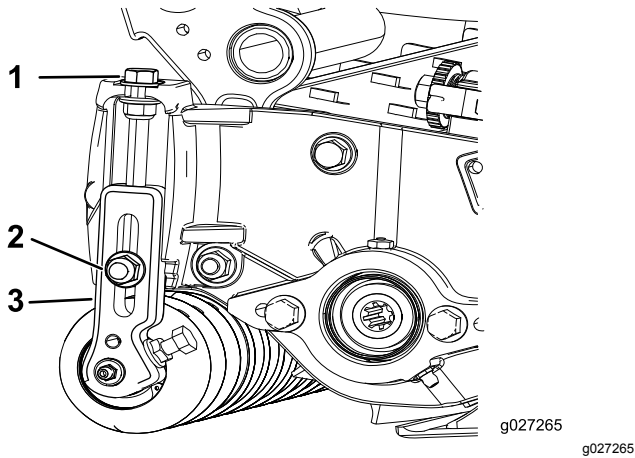

图15
1. 松开将剪草高度支架固定到滚刀组侧板上的锁紧螺母 图15。